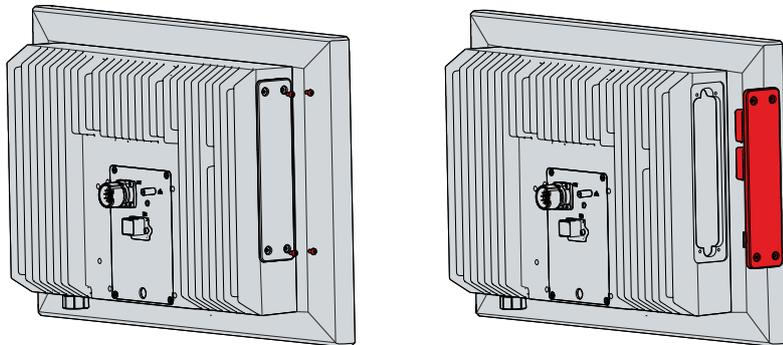

Abb. 42: CP32xx-1600_Austausch Lüfterkassette
1. Ziehen Sie die Festplatte aus dem PC heraus (siehe Abb. 42).